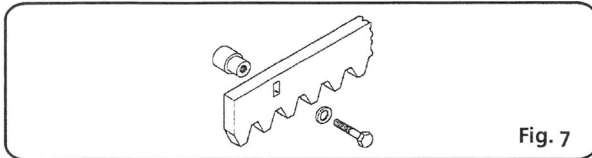

Fig. 7
3.4.1. WELDED STEEL RACK (fig.7)